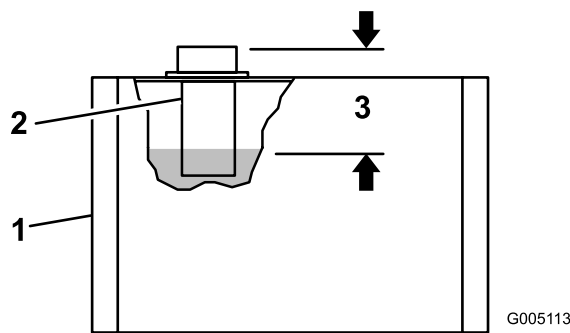

Figura 21
2. Retire a tampa da parte superior do reservatório e verifique o nível do fluido. O fluido deve estar aproximadamente 89 mm abaixo da parte superior do orifício de enchimento (Figura 21).